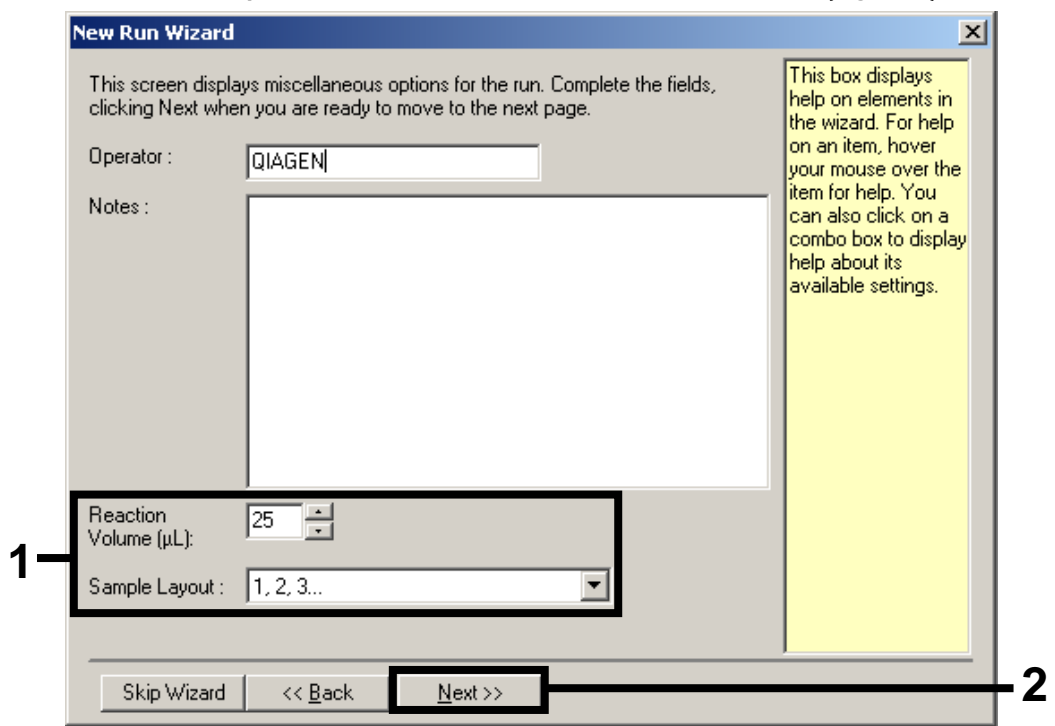

Figura 2. Impostazione dei parametri generali del test.
6. Selezionare 25 per il volume di reazione PCR e cliccare su "Next" (Figura 2).